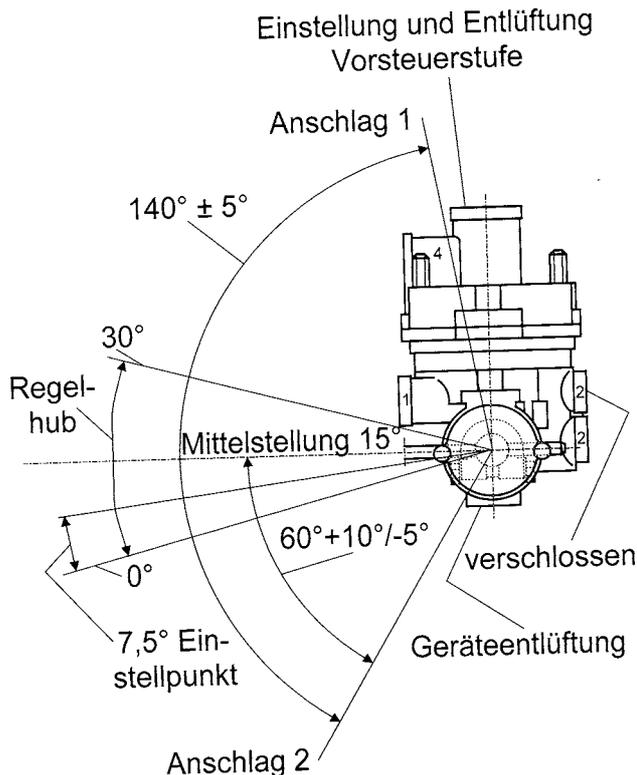

Abb. 2
### 3. Funktion Einstellen des 0°-Winkels ( vgl. Abb. 2)
- 3.10 Den Betätigungshebel auf die 0° - Stellung des Bremskraftreglers einstellen (vgl. Abbildung 2). Den Anschluß 4 mit 0,5 bar belüften. Das Manometer 3 muß einen erkennbaren Druckanstieg anzeigen.